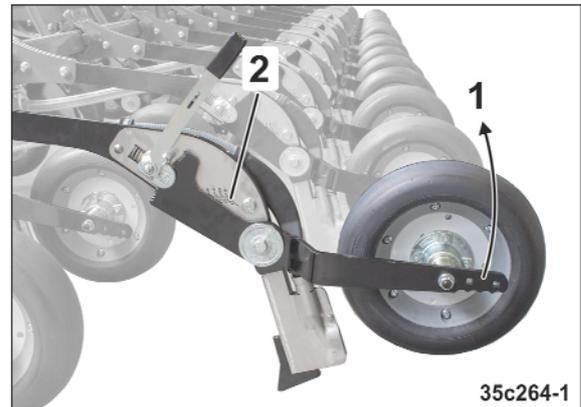

Fig. 177
4. Andruckrollen am Handgriff (Fig. 177/1) in gewünschte Position bringen
6. eingestellte Bedeckungshöhe an Skala ablesen (Fig. 177/2)